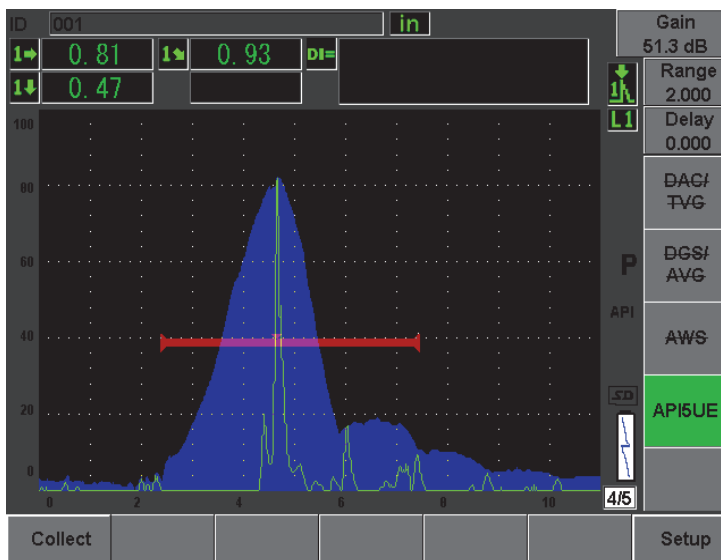

Figura 12-23 Dados de calibração no modo Collect
4. Pressione **[P1]** para coletar os dados de A_{max} , T_1 e T_2 do envelope (veja Figura 12-23 na página 264).